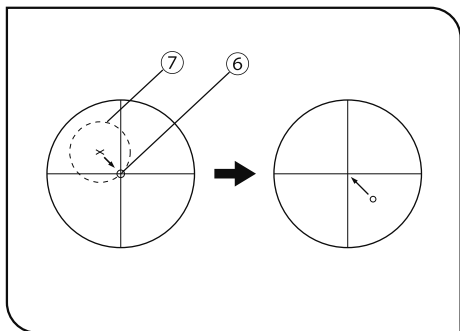

図 21
- 9) 回転ステージの心調整を行います。(図21、22)
- b) クロス接眼レンズのクロス線の中心に、標本上の目印⑥となるものを移動させます。
- c) ステージを回転させて、目印⑥が描く円⑦の中心位置を割り出し、その中心位置をクロス線の中心まで、ステージの心出しつまみ(2ヶ所)⑧を回して移動させます。
- d) 標本のみを動かして、目印⑥をクロス線の中心に移動させます。